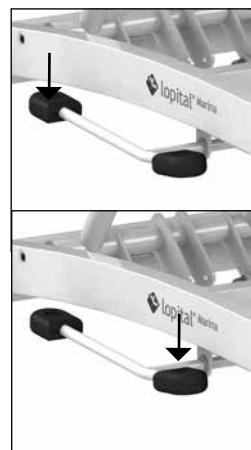

Figure 8 Réglage vers le bas.
- Pour abaisser le brancard, enfoncez du pied le petit bras du pédalier (*Cf. figure 8*).